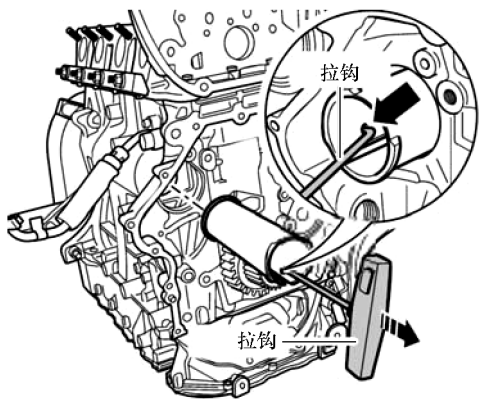

图 9-9 检查平衡轴管安装位置
13) 检查平衡轴管的安装位置：如果平衡轴管头部的凸起部位不在安装凹槽中，将钩子插入平衡轴管的孔中（图 9-9 箭头所示），并沿箭头方向拉出平衡轴管。